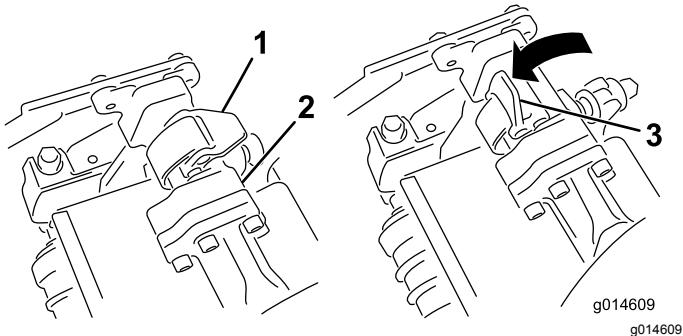

Figura 29
- Con i fermi del braccio di sospensione rivolti verso l'alto (cioè aperti) (Figura 29), premete il
4. Chiudete i fermi spostandoli verso il basso e attorno alla barra dell'apparato di taglio, quindi bloccateli in posizione (Figura 29).
4. Aprite i fermi sulla barra del braccio di sospensione dell'apparato di taglio che state rimuovendo (Figura 29).